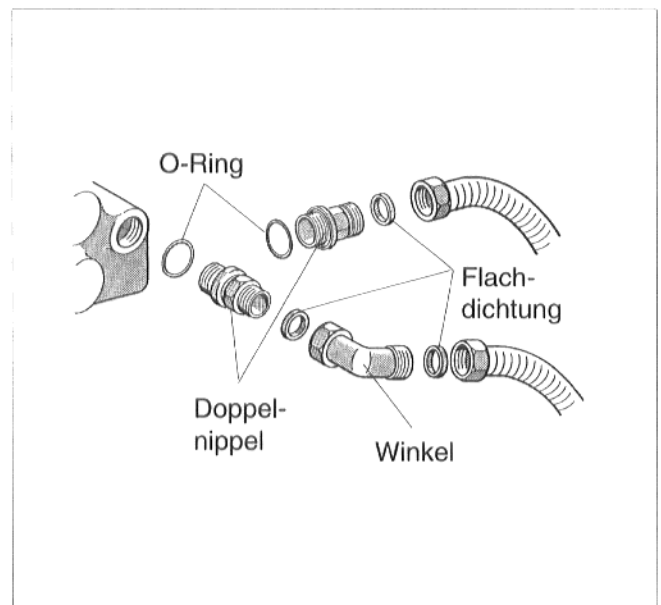

Abb. 4
- Doppelnippel G 1 mit eingelegtem O-Ring in den Vorlauf- und Rückanschluß am Anschlußformstück des Heizkessels eindrehen (Abb. 4).
- Flachdichtung in die Verschraubung des Winkels (G 1) einlegen und den Winkel auf den Doppelnippel im Heizkessel-Vorlauf schrauben (Abb. 4).